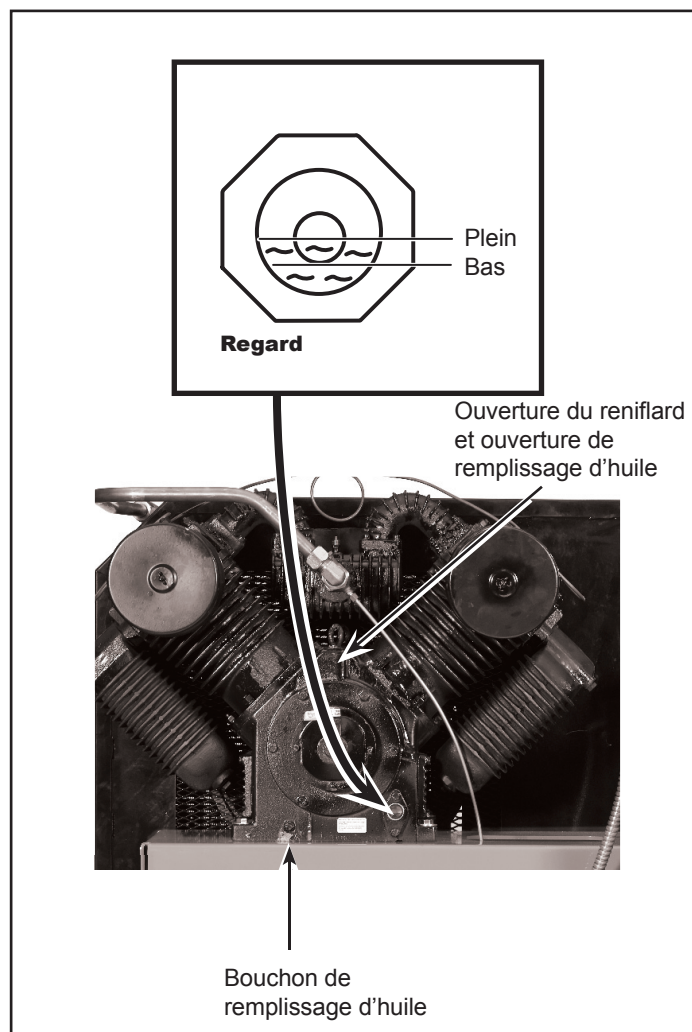

Figure 8
**⚠ ATTENTION** **CE MODÈLE NE CONTIENT PAS D'HUILE.** Avant d'utiliser le compresseur. Remplir au centre de la jauge visuelle (voir la figure 8).
**Remplir la pompe d'huile au centre de la jauge visuelle en utilisant l'ouverture de remplissage d'huile (voir la figure 8). NE PAS remplir la pompe jusqu'à l'ouverture du bouchon de reniflard, car ceci pourrait mener à une fuite d'huile et une pulvérisation vers l'extérieur durant l'utilisation.**